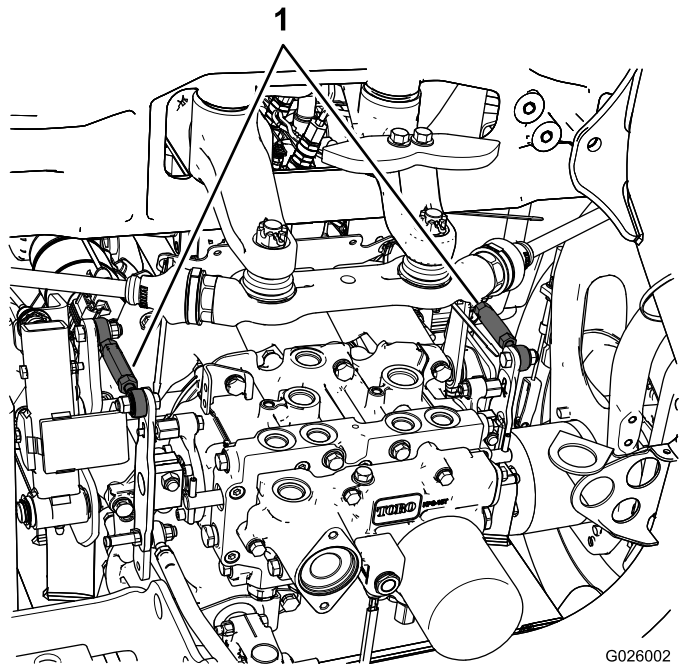

图48
- 如果左后轮胎正在旋转请松开左侧传动控制杆上的锁紧螺母图48。